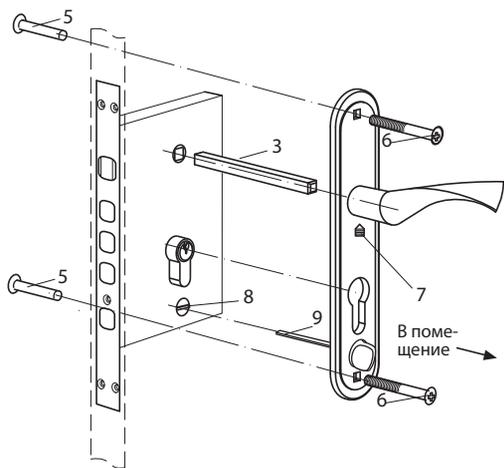

Рис. 7
6. Установите квадрат (3) в замок. Установите ручку на планку на квадрат и цилиндрический механизм. По установленной ручке отметьте на дверном полотне место отверстий под стяжные винты.
Снимите ручку. Просверлите два сквозных отверстия в дверном полотне под стяжные винты (6). Раскрутите стяжки. Возьмите ручку, вставьте стяжные винты (6) в отверстия на планке ручки. Установите ручку на квадрат (3), предварительно ослабив винты фиксации ручек (7), шток поворотной ручки (9) должен попасть в отверстие на корпусе замка (8). Установите вторую часть ручки на квадрат с другой стороны двери. Вставьте стяжные гайки (5) в отверстия на планке ручки и вкрутите в них стяжные винты (6), используя отвертку. При помощи крестообразной отвертки зафиксируйте винтами фиксации (7) ручки на квадрате (Рис. 7).